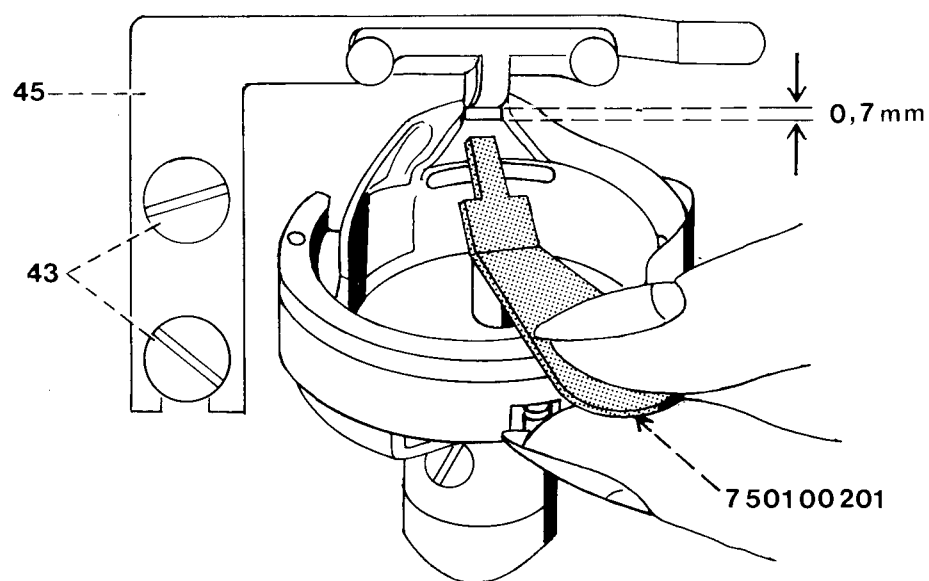

Fig. 20
- Die Abstandslehre 7.501 00–201 muß leicht, jedoch spielfrei zwischen dem Haltefinger und dem Grund der Nute im Spulenkapselfalter eingesteckt werden können (siehe Abb. 20).
- Clearance gauge 7.501 00–201 should pass freely, but without any play, between position finger and bottom of position slot (Fig. 20).
- La jauge d'espacement 7.501 00–201 devrait pouvoir être introduite sans jeu entre le doigt arrêt-capsule et la gorge dans la capsule inférieure (fig. 20).